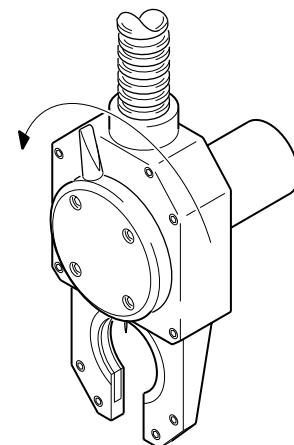

図21：ロッキング・レバーを外す
1. ウェルド・ヘッドのロッキング・レバーを反時計回りにまわします（止まるところまで）。図21をご参照ください。